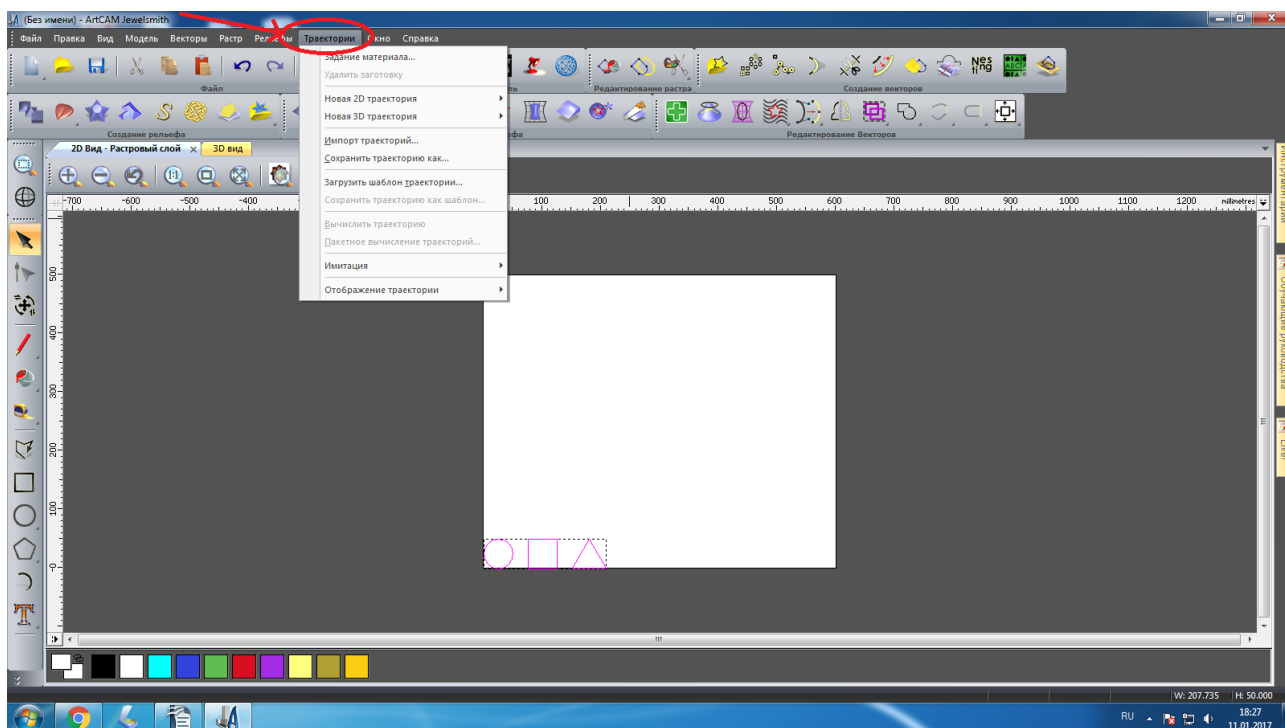

Рисунок 33. Траектории
35. Нажмите на вкладку «Траектории», рисунок 33